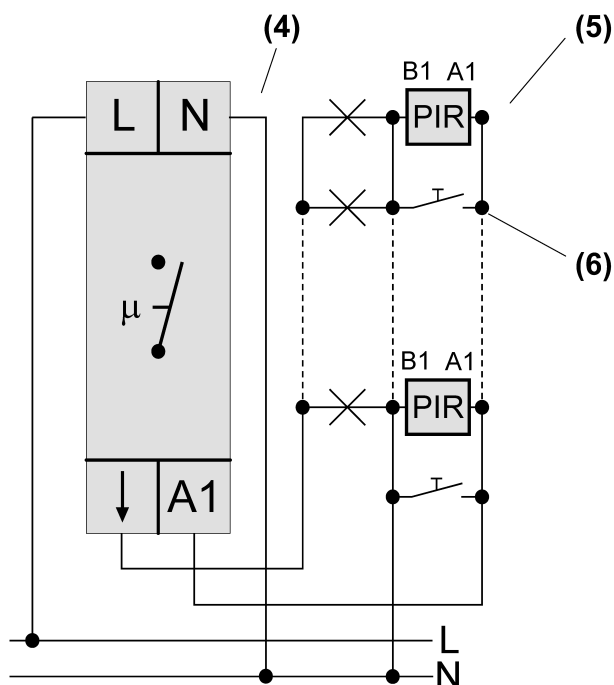
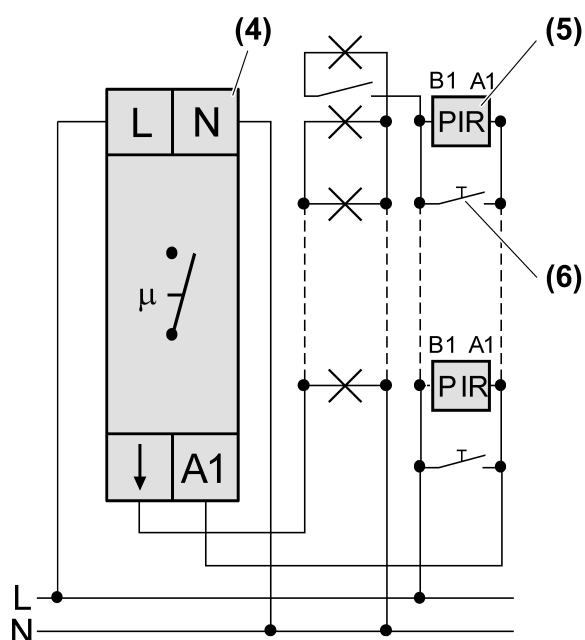
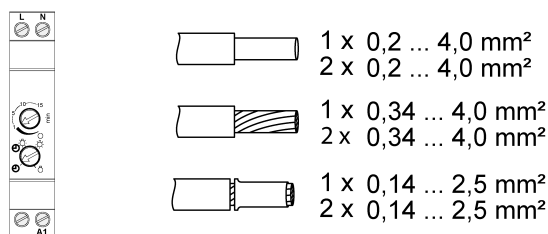
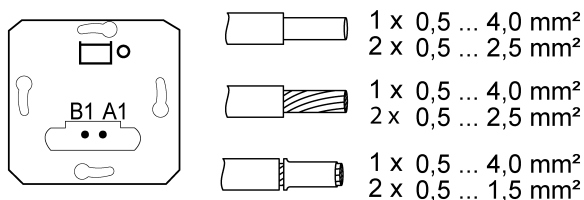

Bild 2: Kopplingsschema 3-ledarkoppling
Bild 3: Kopplingsschema 4-ledarkoppling
Bild 4: Klämbär ledararea REG-automat
Bild 5: Klämbär ledararea impulsgivare
REG-automaten kan användas för en 3-ledarkoppling (Bild 2) eller en 4-ledarkoppling (Bild 3). 4-ledarkopplingen har den fördelen att ytterligare en lampa kan tändas separat.
- Beakta klämbära ledarareor REG-automat (Bild 4) och impulsgivare (Bild 5) .
- Montera REG-automat (4) på DIN-skena.
- Anslut REG-automat (4), impulsgivare (5) och brytare (6) enligt kopplingsplan (Bild 2) eller (Bild 3).